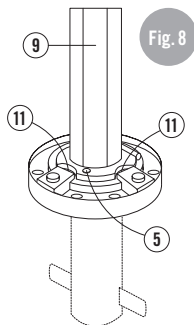
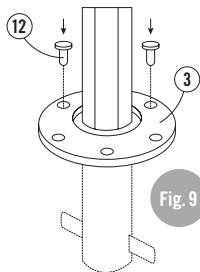

Fig. 8
Fig. 9
- Orientare con cautela il palo (9) in posizione verticale, e tenerlo ancora fermo (Fig. 8).
- Inserire la vite di sicurezza (5).
- Eventualmente aggiustare la posizione verticale con viti per livellare (11).
- Abbassare l'anello di pressione (3) sulla base del palo e inserire le viti di ancoraggio (12) (Fig. 9).